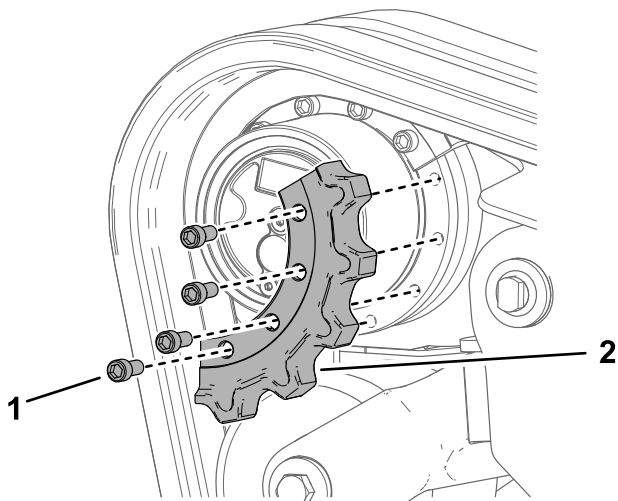

Рисунок 75
- Снимите сегмент ведущего колеса (Рисунок 75).
- Нанесите резьбовой герметик на болты первого снятого сегмента ведущего колеса и установите этот сегмент (Рисунок 75). Затяните болты с моментом от 247 до 301 Н·м.